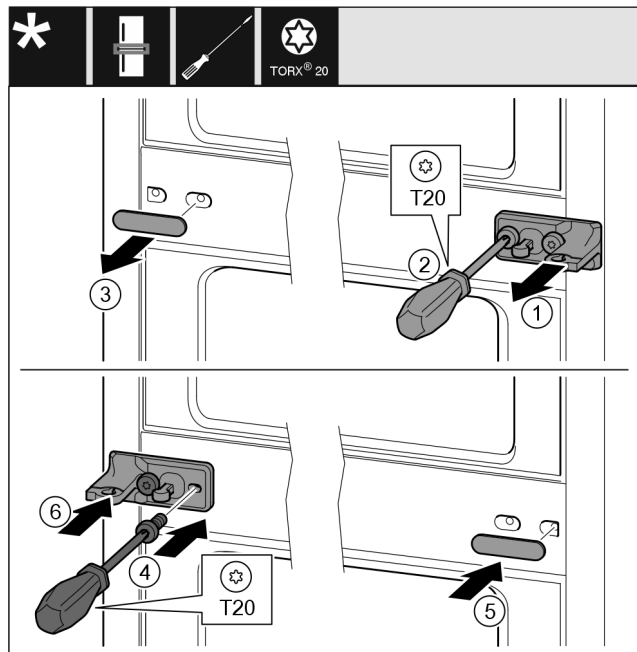

Fig. 29
- Skinite pločicu Fig. 29 (1).
- Odvijačem odvrnite vijke Fig. 29 (2).
- Oprezno izvucite poklopac Fig. 29 (3).
- Čvrsto pritegnite podložak ležaja s folijom Fig. 29 (4) okrenut za 180 ° na drugoj strani.
- Postavite poklopac Fig. 29 (5) okrenut za 180° na drugoj strani.
- Nataknite pločicu Fig. 29 (6) s prednje strane.